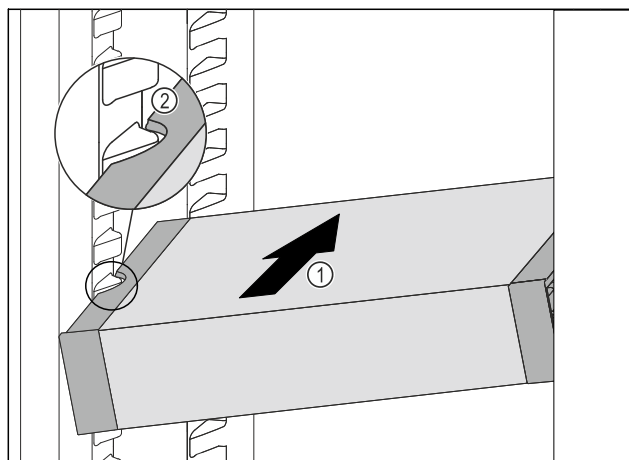

Fig. 88
- ▶ Skub VarioSafe skråt ind i kølesektionen, Fig. 88 (1) indtil udsparringerne i siden Fig. 88 (2) på VarioSafe er på niveau med beholderribben i kølesektionen.